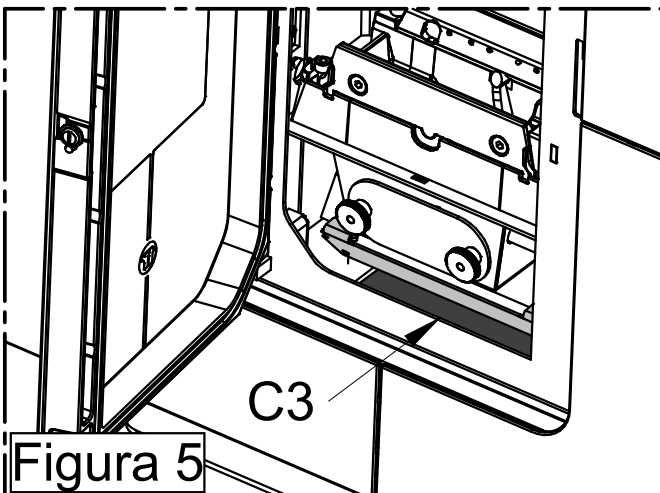

Figura 5
- Aspirare accuratamente il vano ispezione **C3** alzando il coperchio d'ispezione (Figura 5), alla chiusura verificare che nulla ne impedisca la corretta chiusura.